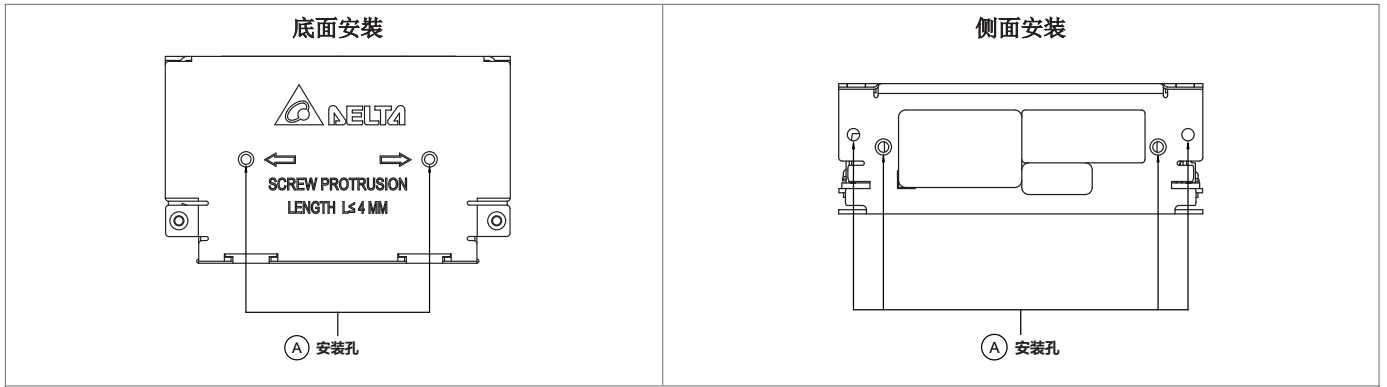

Fig. 2.1. 安裝螺絲孔位
► PJU-60WC□□□ / PJU-60WL□□□: 内置机壳型 / L 型外壳 (依据 Fig. 2.1, 2.2)
- 电源应安装在坚固的导热表面，至少保证使用 2 个安装孔 (Fig. 2.1, (A))，用于底座安装或侧面安装。安装只能使用 M3 螺丝。螺杆对底盘的穿透深度必须为 3.5-4 mm。对于其他没有螺纹的安装孔，请使用合适的螺丝和螺母。